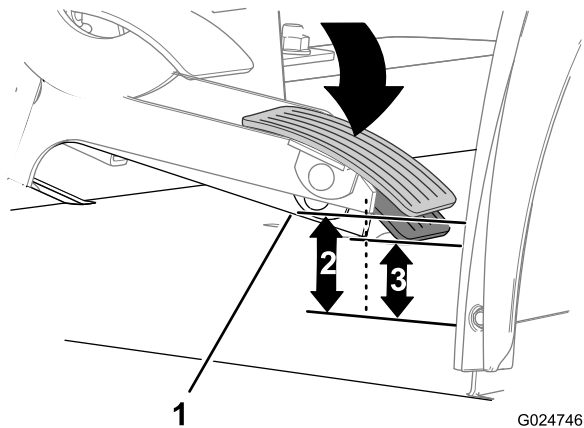

Figura 88
1. Con el pedal del acelerador hacia arriba, mida la distancia entre la esquina inferior trasera del brazo del pedal del acelerador y el suelo (Figura 88).
2. Mueva el pedal suavemente hacia abajo hasta eliminar la holgura entre el pedal del acelerador y el cable del acelerador (Figura 88).
3. Mantenga la posición del pedal para eliminar la holgura, y mida la distancia entre la esquina inferior trasera del brazo del pedal del acelerador y el suelo (Figura 88).